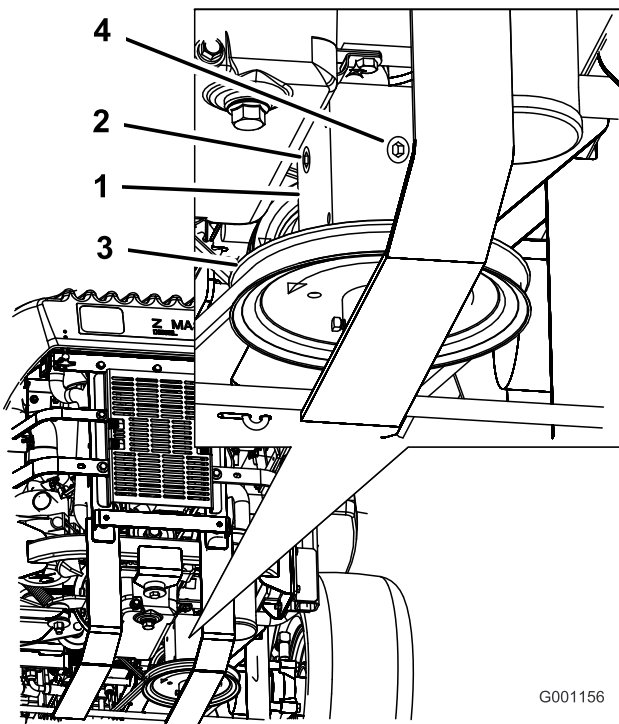

Figure 46
4. Enlevez le bouchon latéral ou arrière du boîtier. (Figure 46).